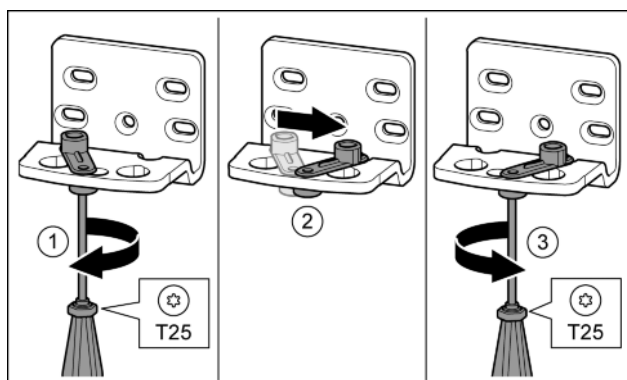

Fig. 11
- Отпустить винт отверткой T25. Fig. 11 (1)
- Приподнять фиксатор двери и, повернув на 90° вправо, вставить в отверстие. Fig. 11 (2)
- Затянуть винт отверткой T25. Fig. 11 (3)